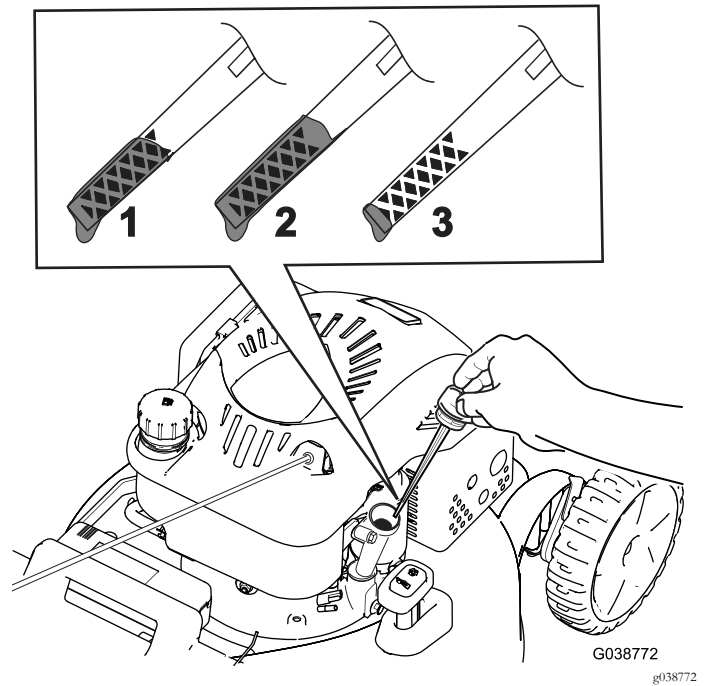

Bild 29
9. Nehmen Sie den Peilstab heraus und lesen Sie den Ölstand ab (Bild 29).